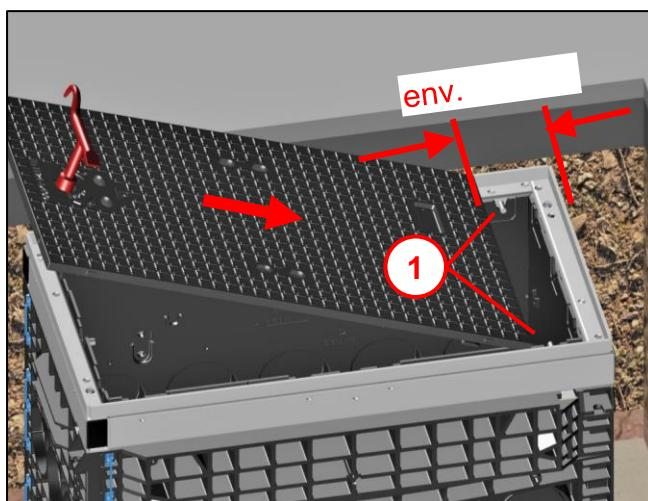

Fig. 27
- Soulever le couvercle (2) avec un outil de levage adapté (1) et le placer sur le cadre en acier (3).
- Pour ce faire, respecter l'étape suivante selon la Fig. 27 !